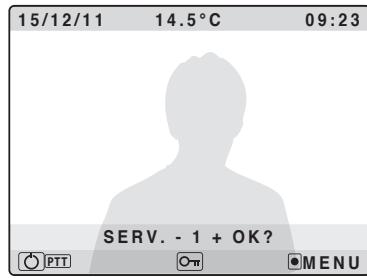

Fig. 17
- Activez le relais de bus Art. 2305 (si présent dans le système) en appuyant sur le bouton et en le maintenant enfoncé jusqu'à ce que l'écran affiche le **Fig. 17** puis sélectionnez les relais à l'aide des boutons — et + confirmez en appuyant sur le bouton **OK**.